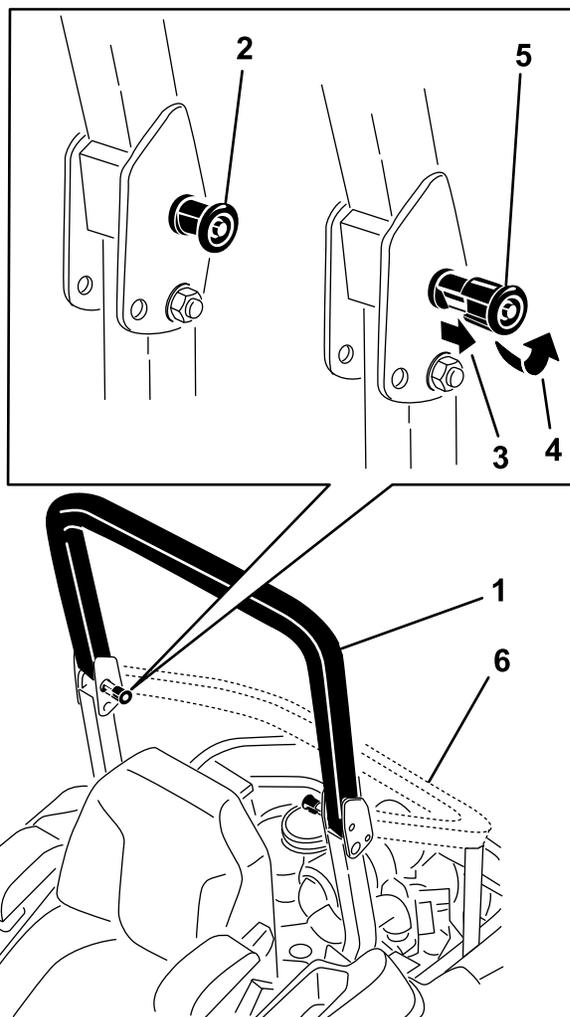

Рисунок 8
2. Потяните обе ручки наружу и поверните их на 90 градусов, чтобы они не были введены в зацепление (Рисунок 8).
3. Опустите защитную дугу в нижнее положение (Рисунок 8).
1. Поднимите защитную дугу в рабочее положение и поверните ручки так, чтобы они частично вошли в канавки (Рисунок 8).
отверстия, когда они будут совмещены с ними (Рисунок 8).